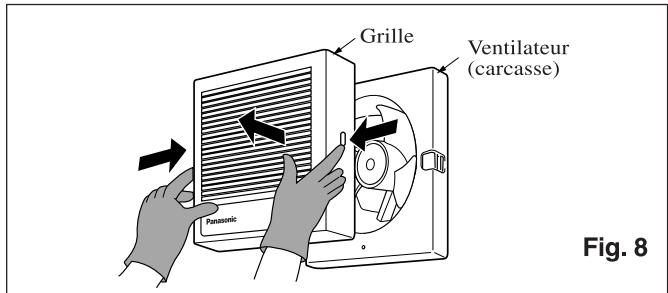

Fig. 8
Appuyer sur ses verrous de chaque côté et tirer la grille vers soi pour la dégager (voir Fig. 8).
12. Déposer la grille du ventilateur (voir Fig. 8 en page 6).